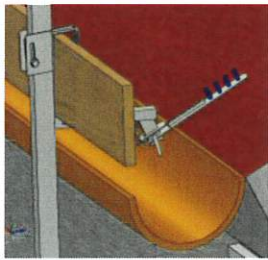

fig. 5
Montaggio (fig. 5 -6 -7-8)
- Utilizzando una piattaforma di lavoro in sicurezza, fissare la staffa di aggancio sulla superficie del tetto, mediante tasselli M8 in grado di sopportare gli sforzi elencati nel punto 5 a pag. 4 (fig. 5 a pag. 9);